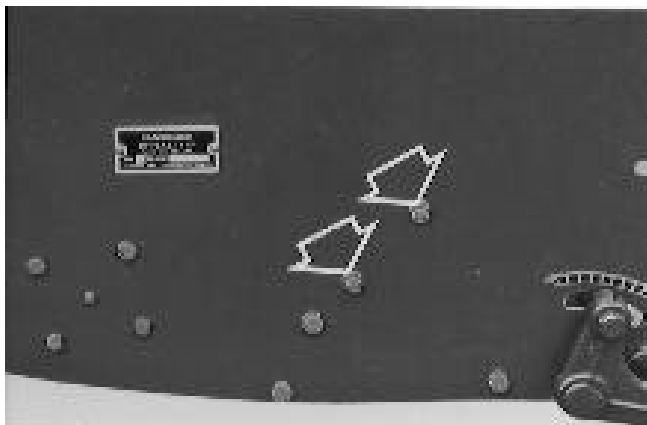

Fig.35
1. Release the two setscrews (Fig. 35) at each side, which secure the concave to the side frame.
1. Maak aan elke kant de twee stelschroeven (Afb. 35) los die de uitwerpopening aan het zijframe vasthouden.
1. Desserrer les vis sans tête (Fig. 35) de chaque côté de la machine qui maintiennent la plaque concave sur la structure latérale.